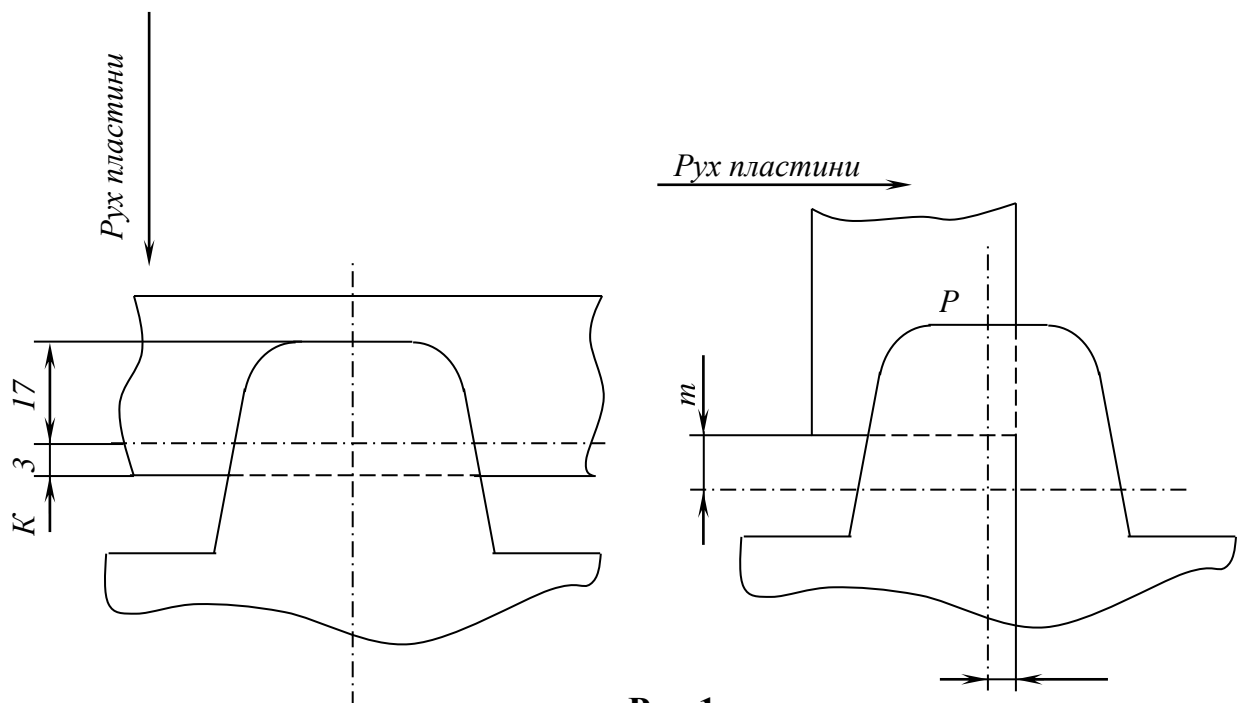

Рис.1.
Спрацьовування перемикачів проходить в той момент, коли передній фронт перемикаючої пластини знаходиться за вісю симетрії P рухомого елемента на відстані K від осі (рис. 1) при будь-якому напрямку руху перемикаючої
3. Встановити величини K та M , згідно рис.1.